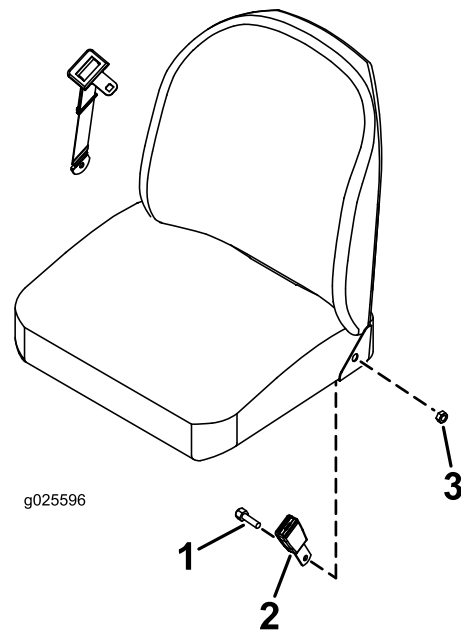

Figura 9
1. Instale el receptor del cinturón de seguridad entre el cojín y el bastidor metálico del asiento con un perno de cabeza hexagonal (7/16" x 1") y una contratuerca (7/16"), según se muestra en Figura 9.